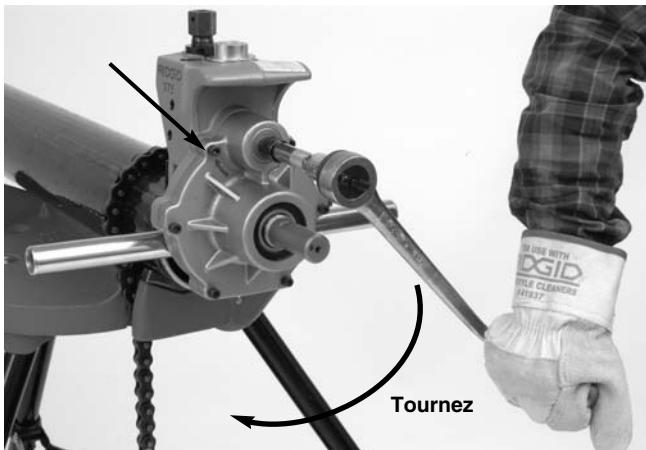

Figure 17 – Tournez la clé dans le sens des flèches
5. Tournez la clé à droite (vu de l'arrière de la rainureuse), dans le sens des flèches estampées au dos de la rainureuse (*Figure 17*). Observez la rotation de la rainureuse en vérifiant que sa platine de couverture reste bien plaquée contre l'embout du tuyau. Si la rainureuse commence à s'éloigner du tuyau, arrêtez de tourner la clé à cliquet afin d'éviter que la rainureuse parte en spirale et tombe du tuyau. Appuyez sur le support tubulaire de la rainureuse pour aider à ramener sa platine de couverture contre l'embout du tuyau. Au besoin, réinstallez la rainureuse sur le tuyau selon les indications de la section *Montage de la rainureuse sur le tuyau*. Si l'embout du tuyau a été déformé, il sera nécessaire de le tronçonner à nouveau et de préparer une nouvelle rainure.